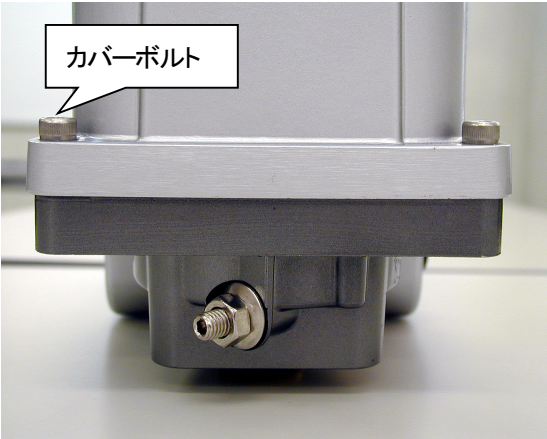

図 12-10 カバーボルト
手順⑩ カバーボルトを緩めてカバーを取外してください(図 12-10 カバーボルト 参照)。